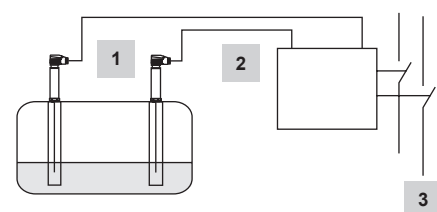

Fig. 8
**Fig. 8** Gruppo formato da 2 sonde di livello LP40 e 1 unità di controllo LCS3050 che funge da limitatore di livello. Il controllore apre due circuiti di sicurezza indipendenti. Sicurezza funzionale IEC 61508, SIL 3. Ulteriori applicazioni in conformità alle normative nazionali